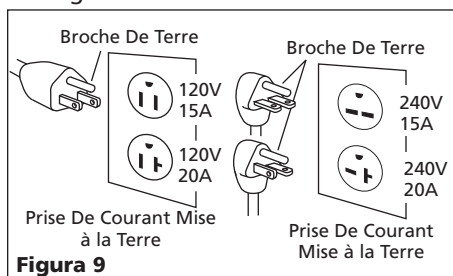

Figure 9
1. Ce produit doit être mise à la terre. Lors d'un court-circuit, la mise à la terre diminue le risque de secousse électrique en fournissant un fil d'échappement pour le courant électrique. Le modèle est équipé d'un cordon avec une broche de terre qui correspond aux types de prises de courant indiquées sur la Figure 9. Si la fiche ne correspond pas dans la prise de courant désirée, la faire remplacer par un électricien qualifié terre correctement en respectant tous les codes et règlements locaux.
1. Si la fiche sur le cordon d'alimentation du modèle vous paraît étrange ou si la fiche ne correspond pas à votre prise de courant, se référer à la Figure 9 pour une explication des différentes fiches et des tensions que vous pouvez utiliser avec ces fiches.